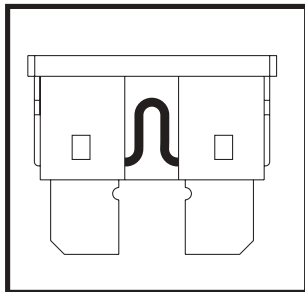

Abb. 24. Betriebsfähige Sicherung
- Sicherung auf Durchbrennen überprüfen. Siehe Abb. 24 und 24A.